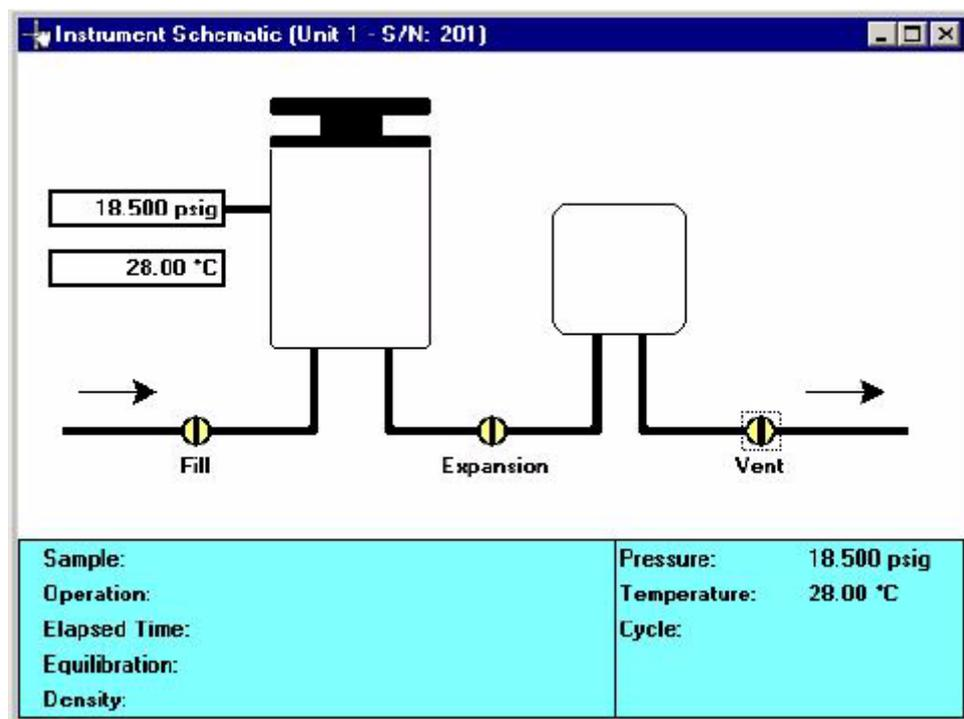

Рисунок 4 – Окно состояния вентилей
3. Для открытия клапанов в ручном режиме и проведения проверки на герметичность в меню Unit 1 поставит галочку на строку **Enable Manual Control**. На экране вентили **Fill, Extension, Vent** окрасятся в желтый цвет (вентили закрыты) (рис.4).